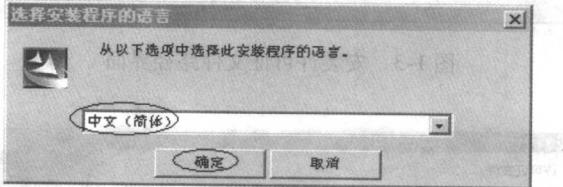

图 1-1 安装程序的语言选择界面
(1) 鼠标右键在桌面上点击【我的电脑】→【属性】→【网络标识】→【完整的计算机名称】,把名称抄下来备用,注意字母大小写,如本机名为“wsh”。
(2) 打开光盘,找到“crack”文件夹。打开 crack 文件夹,找到“ugnx4. lic”文件,将其复制到你的硬盘,并去掉只读属性(鼠标右键点击该文件→【属性】,把【只读】前面的钩去掉,在【存档】前打钩)。用写字板或记事本打开 ugnx4. lic 文件,将文件开头第一行 SERVER name ANY 27000 中的“name”改为你的主机名称,如“wsh”,然后存盘备用。
(3) 安装光盘内的 nxflexlm030,运行 setup 程序,弹出如图 1-1 所示的安装程序的语言界面提示。